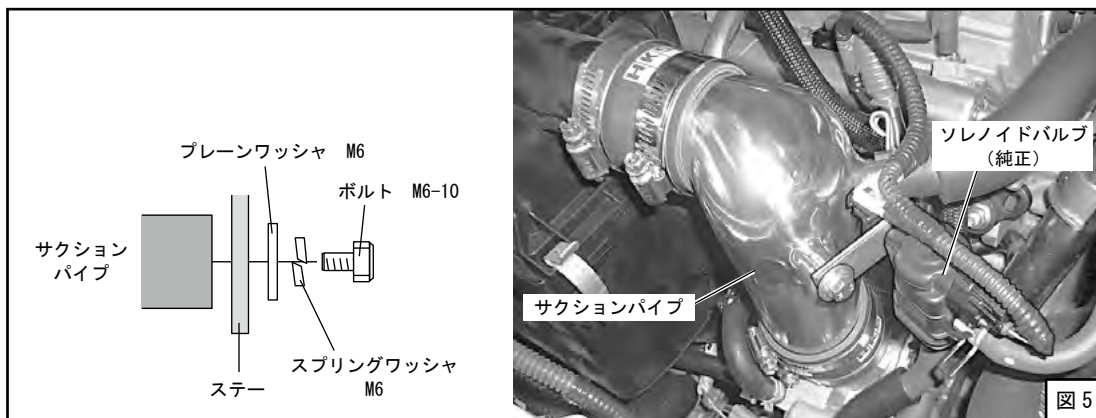

図 5
(5) サクションパイプにソレノイドバルブを取付けてください。(図5)